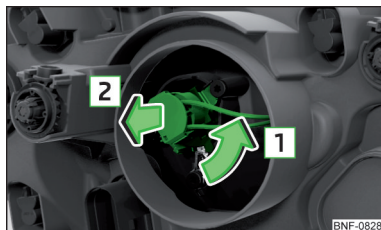

Рис. 174
- Поверніть штекер із лампою в напрямку стрілки **[1]** » Рис. 174.